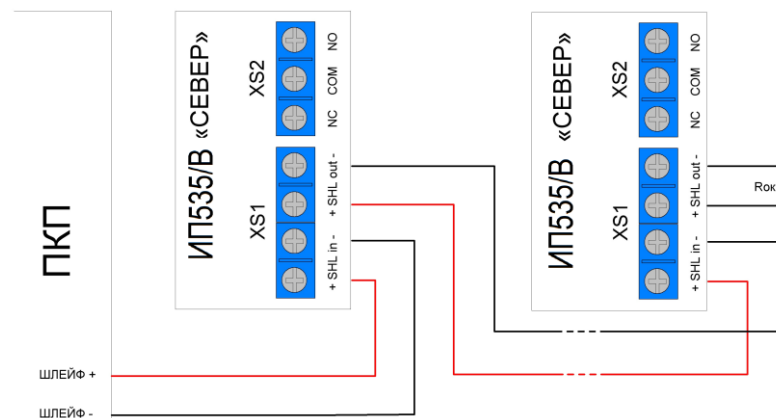

Рис.2. Схема подключения извещателей в шлейф
3. Подключите провода шлейфа через герметичные кабельные вводы к клеммам на плате извещателя согласно схеме приведенной на Рис.2